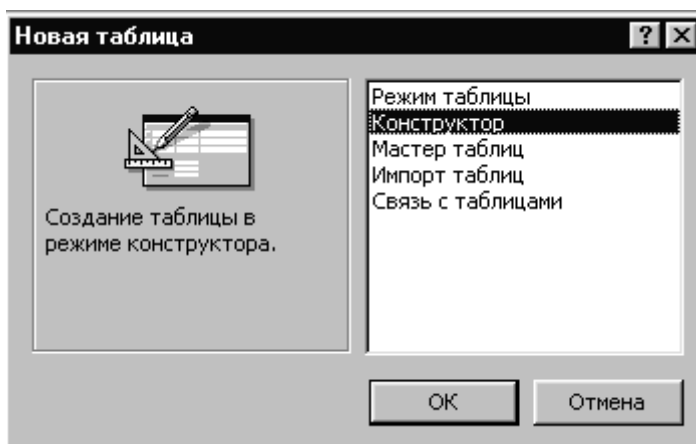
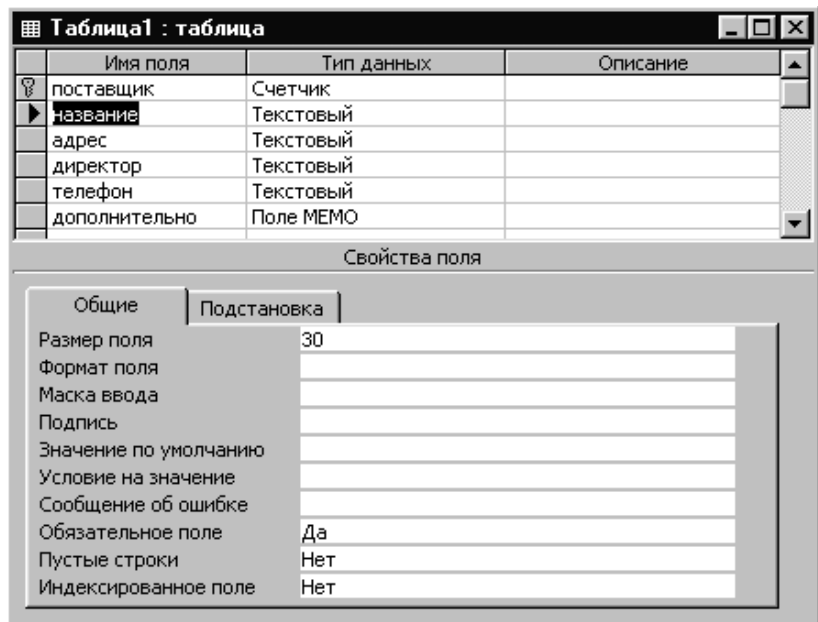

Рис. 3. Выбор способа создания таблицы
Рис. 4. Создание таблицы в режиме конструктора
Для создания таблицы надо войти в раздел «Таблицы» окна базы данных, нажать кнопку «Создать», в открывшемся диалоговом окне (рис. 3) выбрать пункт меню «Конструктор» и нажать «ОК». На экране появится окно «Конструктора таблиц» (рис. 4). В этом режиме формируется структура таблицы. Верхняя часть представляет собой таблицу, состоящую из трех столбцов: имя поля, тип данных, описание. Имя поля обозначает соответствующий параметр предмета. Тип данных выбирается из списка: Текстовый, Поле МЕМО, Числовой, Дата/время, Денежный, Счетчик, Логический, Поле объекта OLE, Гиперссылка, Мастер подстановок. Поскольку данное пособие не претендует на роль справочника, типы данных мы будем рассматривать по ходу разработки структур таблиц. В столбце «Описание» для каждого из полей можно ввести пояснительный текст. Итак, приступим к формированию структуры таблицы.
- Следующему полю (рис. 4) дадим имя «название» и присвоим тип «Текстовый». Это поле будет хранить название фирмы-поставщика. Теперь настало время обратить внимание на набор свойств поля, расположенный внизу окна конструктора. В общем случае этот набор зависит
При формировании структуры таблицы мы обратили внимание на то, что поля могут обладать рядом свойств (рис. 4). Поля, представленные в запросе, наследуют свойства соответствующих полей таблицы. Если возникнет необходимость изменить некоторые из них, Вы можете щелкнуть правой клавишей мыши на интересующем Вас поле и в развернувшемся меню выбрать пункт «Свойства». Появится диалоговое окно, в котором Вы можете изменить ряд свойств поля.